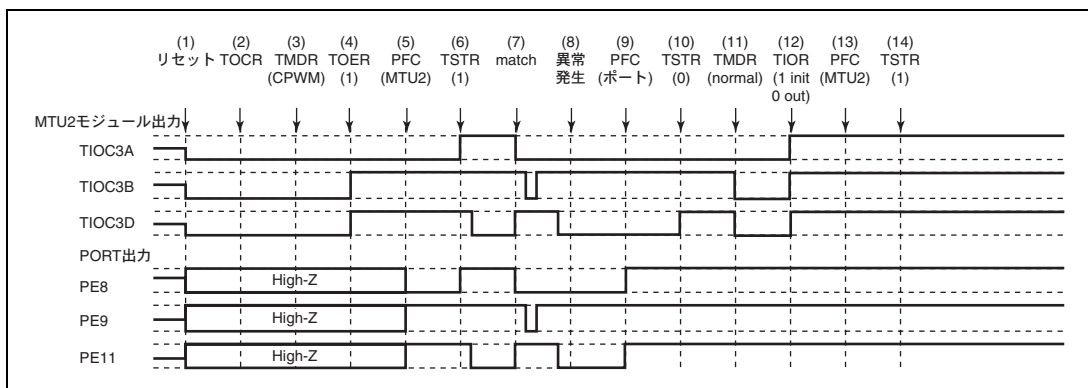

図 11.159 相補 PWM モードで異常が発生し、ノーマルモードで復帰する場合
相補 PWM モードで異常が発生し、再設定後ノーマルモードで再スタートする場合の説明図を図 11.159 に示します。
(1) ~ (10) は図 11.159 と共通です。
(11) PWM モード 1 を設定してください (MTU2 出力はローレベルとなります)。
(12) TIOR で端子を初期化してください (PWM モード 1 では TIOC*B 側は初期化されません)。
(13) PFC で MTU2 出力としてください。
(14) TSTR で再スタートします。
(23) 相補 PWM モードで動作中に異常が発生し、相補 PWM モードで再スタートする場合の動作
- (1) ~ (10) は図 11.159 と共通です。
- (11) PFC で MTU2 出力としてください。
- (12) TSTR で再スタートします。
- (13) コンペアマッチの発生により相補 PWM 波形を出力します。
(24) 相補 PWM モードで動作中に異常が発生し、相補 PWM モードで新たに再スタートする場合の動作
- (11) ノーマルモードを設定し新しい設定値を設定してください (MTU2 出力はローレベルとなります)。
- (12) TOER でチャンネル 3、4 の出力を禁止してください。
- (13) TOCR で相補 PWM モードの出力レベルと周期出力の許可禁止を選択してください。
- (14) 相補 PWM を設定します。
- (15) TOER でチャンネル 3、4 の出力を許可してください。
- (16) PFC で MTU2 出力としてください。
- (17) TSTR で再スタートします。
(25) 相補 PWM モードで動作中に異常が発生し、リセット同期 PWM モードで再スタートする場合の動作
- (11) ノーマルモードを設定してください (MTU2 出力はローレベルとなります)。
- (13) TOCR でリセット同期 PWM モードの出力レベルと周期出力の許可禁止を選択してください。
- (14) リセット同期 PWM を設定します。
(26) リセット同期 PWM モードで動作中に異常が発生し、ノーマルモードで再スタートする場合の動作